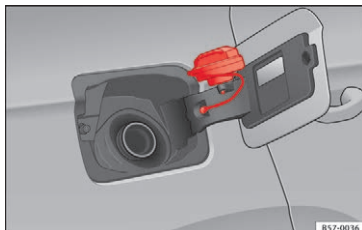

Fig. 58 Tankklap med tankdæksel
- Placer dækslet i udskæringen, der befinder sig i hængslet på den åbne tankklap »» Fig. 58.